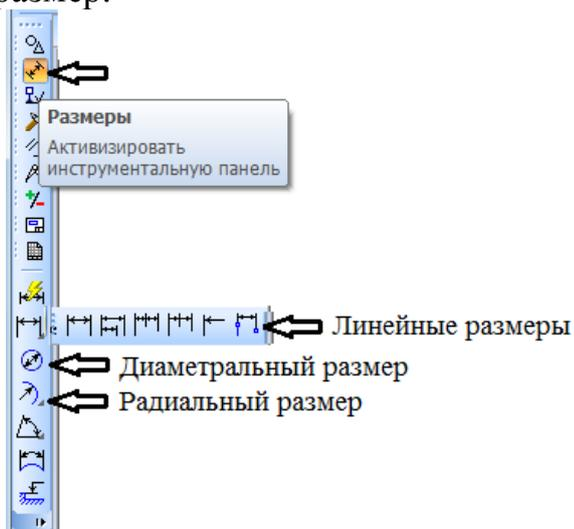

Рисунок 18.
12. Проставьте размеры. На компактной панели активизируйте **Размеры**, выберите необходимые размеры (рисунок 18). Для простановки **Линейного размера** достаточно щелчком мыши указать точки, между которыми ставится размер.